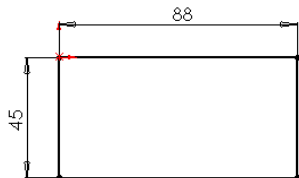
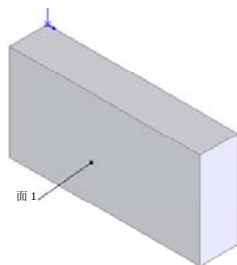

图 10-20 标注的草图
图 10-21 拉伸后的图形
**①** 绘制草图。
2) 执行[工具]||[标注尺寸]||[智能尺寸]菜单命令,或者单击[草图]控制面板中的[智能尺寸]按钮,标注矩形各边的尺寸,结果如图 10-20 所示。
**②** 拉伸实体。
2) 在[深度]  一栏中输入值 17.5,然后单击  按钮,结果如图 10-21 所示。
1) 单击图 10-21 中的面 1,然后单击[视图(前导)]工具栏的[视图定向]中的[正视图]按钮,将该表面作为绘制图形的基准面。